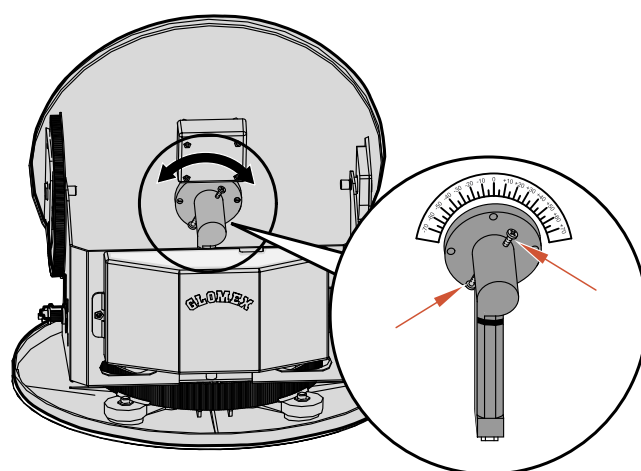

Fig. 35
- afloje los 2 tornillos ajustando el LNB al disco (consulte **Fig. 35**) y mueva el disco manualmente, utilizando como referencia el parámetro de calidad de señal del receptor digital en uso para realizar una calibración correcta (consulte el manual del receptor). La calibración no debe cambiarse si el bote permanece en la misma área y recibe la transmisión del mismo satélite.